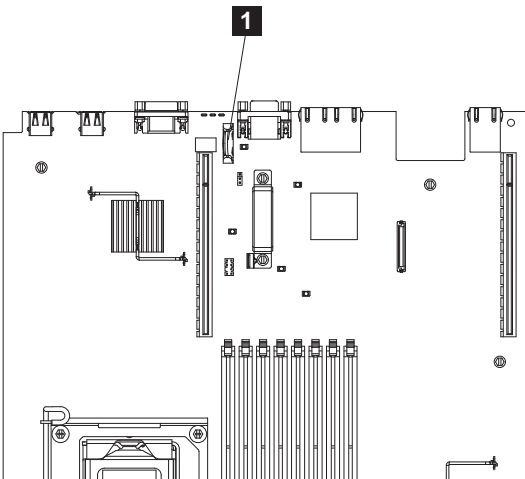

図 139. SAN ボリューム・コントローラー 2145-CG8 または 2145-CF8 CMOS バッテリー・ホルダーの位置
- システム・ボード上のバッテリーを見つけます。図 139 は、システム・ボード上のバッテリーの位置を (1) 示しています。